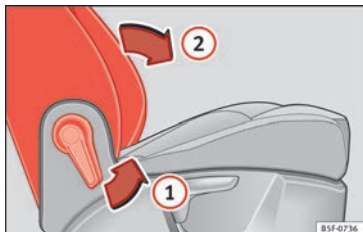

Fig. 148 Banco dianteiro do passageiro: alavanca para rebater o encosto.
- Puxe a alavanca ① » **Fig. 148** e empurre o encosto para a frente para que este fique em posição horizontal.